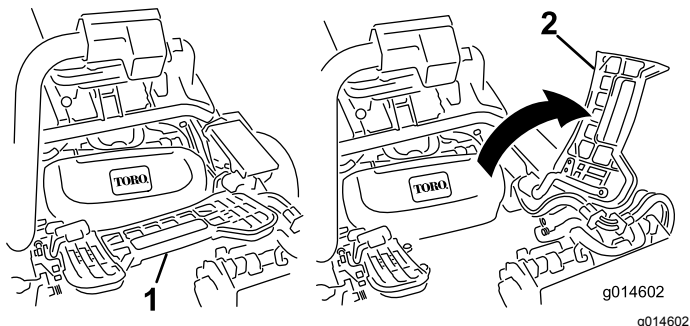

Figura 47
2. Eleve o apoio de pé e incline-o para aberto, permitindo o acesso à posição da unidade de corte central (Figura 47).